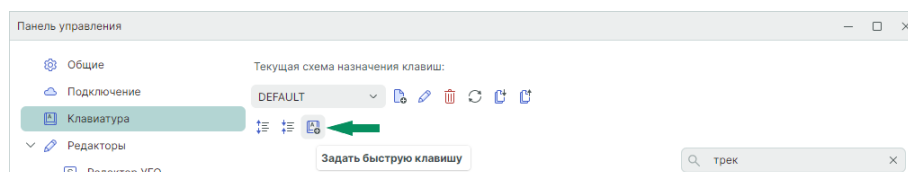

Рис. 92 Переход к назначению быстрой клавиши
2. Выберите действие, для которого необходимо назначить клавишу, и нажмите на символ  «Задать быструю клавишу», см. Рис. 92.